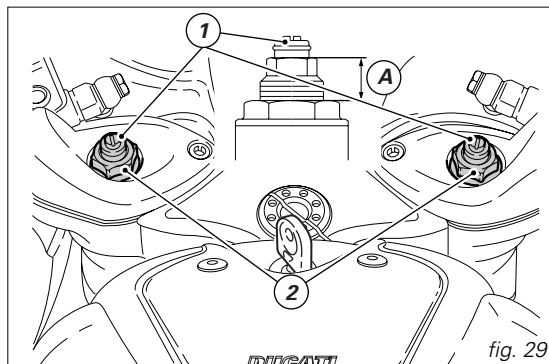

fig. 29
- 1) (fig. 29) para modificar el freno hidráulico en extensión;
- 2) (fig. 29) para modificar la precarga de los muelles internos;
La altura A (fig. 29) relativa a la precarga puede variar entre 25 y 10 mm.